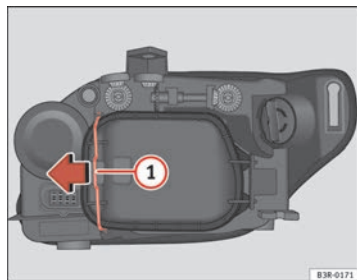

Abb. 194 Abblendlicht
Ein vorheriges Abnehmen des Deckels ⇒ Seite 274, Abb. 194 ist zwar nicht notwendig, erleichtert aber den Ersatz des Blinklichts. ■
- Den Spanner ⇒ Abb. 194 ① in Pfeilrichtung bewegen und den Deckel abnehmen, indem zuerst die Seite des Spanners und danach die beiden Laschen des anderen Endes des Deckels abgenommen werden.